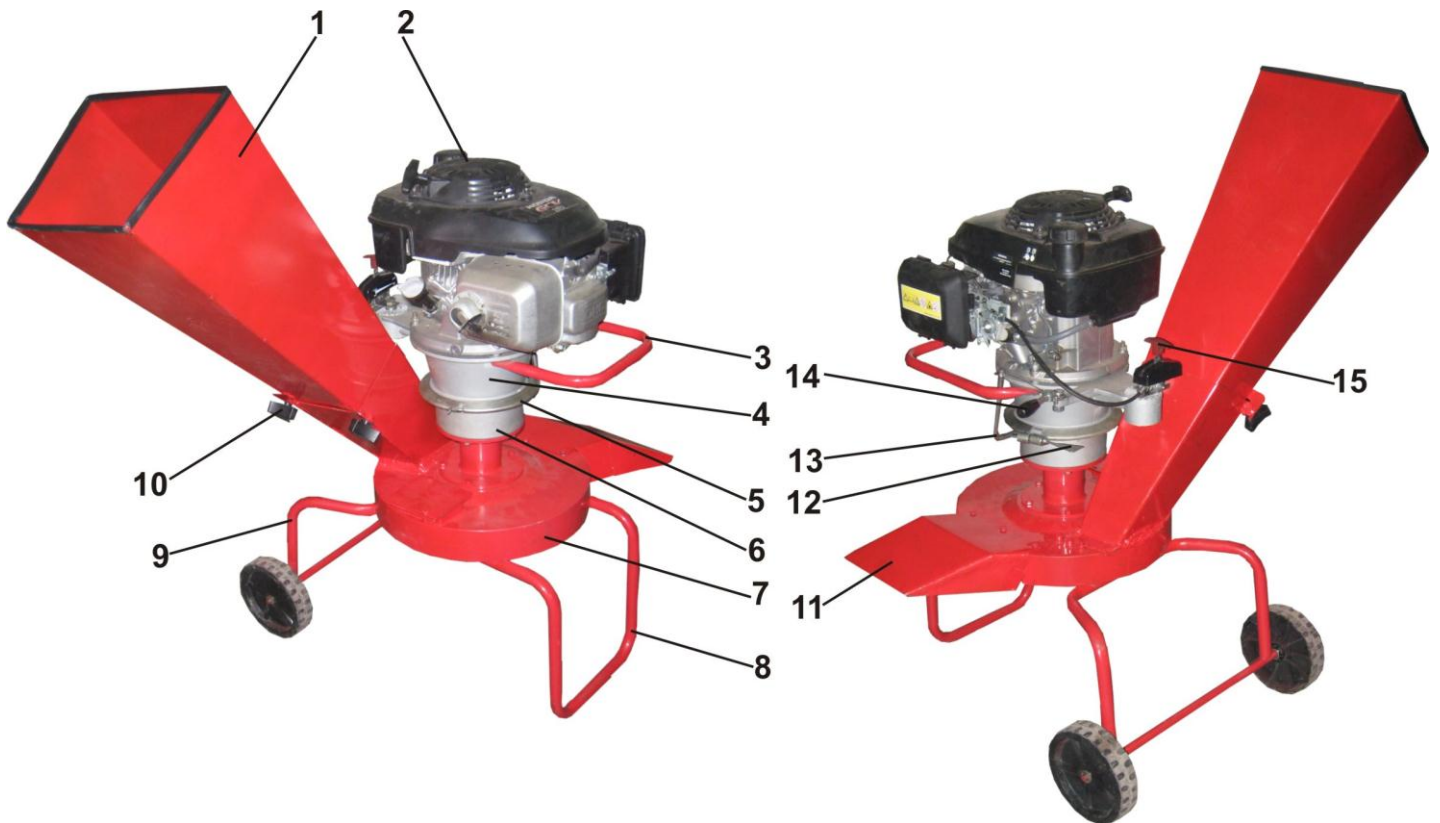

Рис. 1. Измельчитель ИМ-1.
- 9.16. Регулярно проверяйте надежность крепления ножей. Для этого остановите двигатель, снимите двигатель с основания режущего агрегата поз. 6 рис. 1, отверните 5 болтов крепления дна к корпусу измельчителя. Ножи необходимо заменить, если они деформировались или сломались, если ножи затупились, заточите их.
КАТЕГОРИЧЕСКИ ЗАПРЕЩАЕТСЯ работать без приемного устройства поз.1 рис.1!
Общий вид измельчителя представлен на рис. 1.
11.1. Достаньте все комплектующие из упаковки. Для защиты деталей от коррозии измельчитель поступает в продажу обработанным консервационной смазкой. Прежде чем приступить к эксплуатации, удалите с деталей, имеющих гальваническое покрытие, наружную консервационную смазку, которая легко удаляется ветошью, смоченной в бензине. Затем к поддону режущего агрегата приверните подставку 8 (рис. 1) и опору под колеса 9 (рис. 1) с помощью семи болтов М8.
- двигатель поставить на основание двигателя 4 (рис. 1) и наживить болты крепления;
- затяните болты крепления двигателя к основанию и болт стяжной 12 (рис. 1);
- на боковом кронштейне основания двигателя закрепите при помощи болта М10 рычаг привода сцепления 14 (рис. 1) из комплекта поставки и при помощи троса соедините его с рычагом выключения сцепления 13 на основании режущего агрегата 6;
- на храповом кронштейне основания двигателя при помощи кронштейна из комплекта поставки установите рычаг дросселя 15 (рис. 1), соединив его посредством троса с рычагом дросселя двигателя.
К основанию двигателя 4 с помощью двух болтов привернуть ручку 3 (рис. 1). В раструб режущего агрегата вставить приемное устройство 1(рис. 1) и закрепить его двумя декоративными гайками 10, установить на корпусе режущего агрегата с помощью болтов из комплекта поставки закрытие заднее 11 (рис.1).
- к поддону режущего агрегата приверните подставку 8 (рис. 1) и опору под колеса 9 (рис. 1) с помощью семи болтов М8;
Если в процессе работы необходимо переместить измельчитель на другое место то следует, перевести рычаг сцепления в положение выключено, выключить двигатель и удерживая измельчитель за руль мотокультиватора 2 (рис. 2) или за ручку 3(рис.1), наклонить и осторожно переместить измельчитель на новое место.